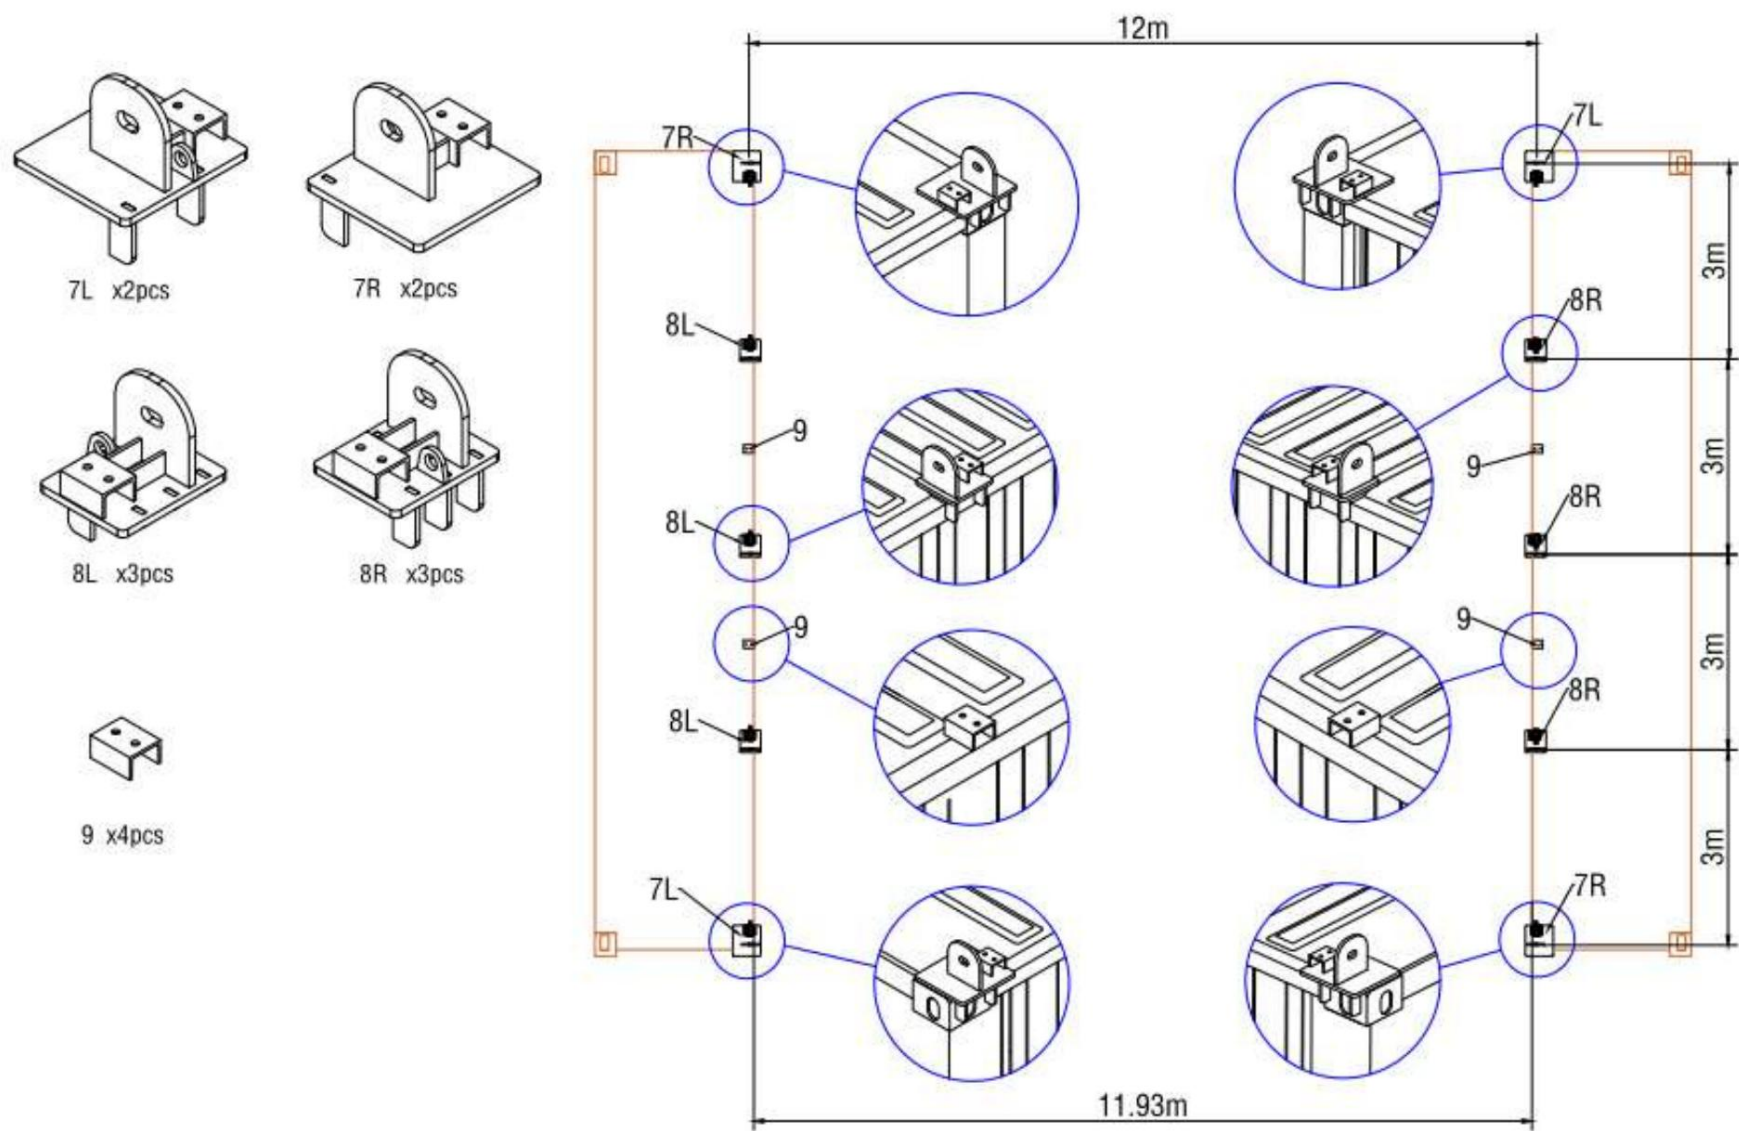

Figure 1
B. Mesurez la diagonale d'axe en axe des tubes. Ces mesures doivent correspondre à celles indiquées sur la figure 1 ci-dessous. Les plaques de base (7R/7L/8R/8L) doivent être entièrement soudées à l'intérieur et à l'extérieur. La pièce n° 9 ne nécessite pas de soudure préalable. La position de la soudure peut être déterminée en fonction de la position de la sangle du couvercle de toit une fois celui-ci installé.